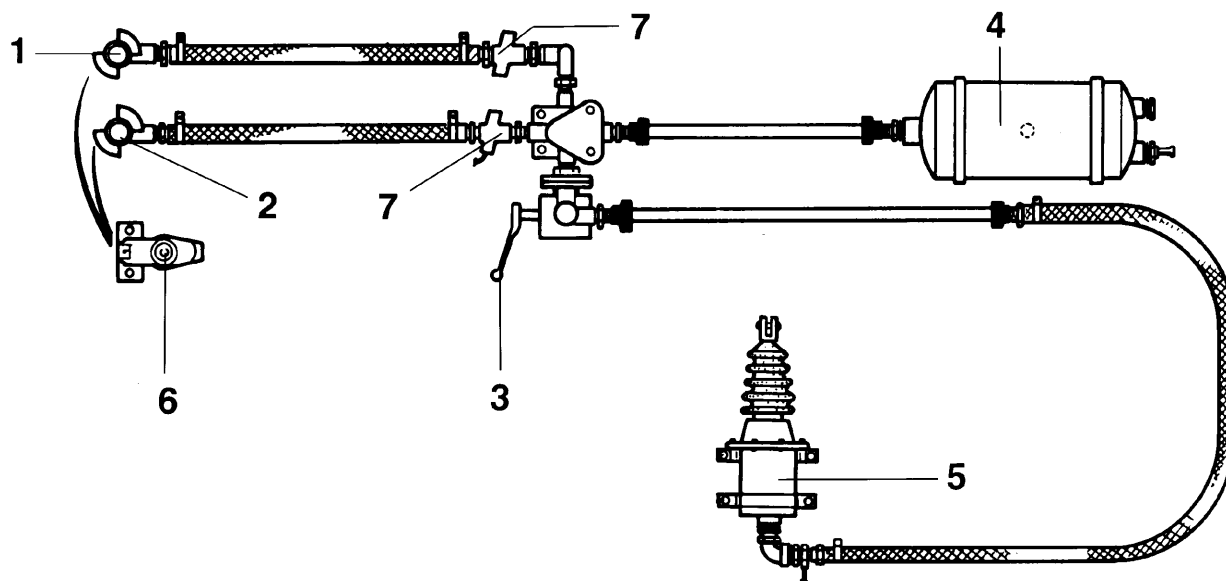

Рис. 57
2. Перед подсоединением проверьте чистоту соединительных головок и следите за правильной установкой! Соединительная головка (Рис. 57/1) для тормозной магистрали маркирована желтым цветом. Соединительная головка (Рис. 57/2) для питающей магистрали маркирована красным цветом.
4. Положение рукоятки (Рис. 57/3)
5. Если требуется, удалите влагу из ресивера (Рис. 57/4)!
7. Проверьте ход поршня тормозного цилиндра! Ход поршня тормозного цилиндра (Рис. 57/5) должен использовать только две трети, в противном случае проводите регулировку тормозов! Замените пыльники!
8. После отсоединения закройте соединительные головки или установите в пустые соединительные муфты (Рис. 57/6) на **ZG-B**!
1. Проверять и чистите патроны фильтров в трубопроводе (Рис. 57/7)!